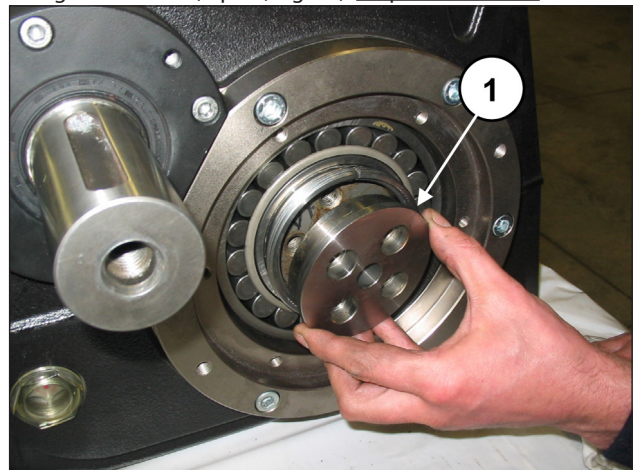

Fig. 79
Insérer les flasques de retenue de la douille dans les douilles coniques (rep. ①, Fig. 79).